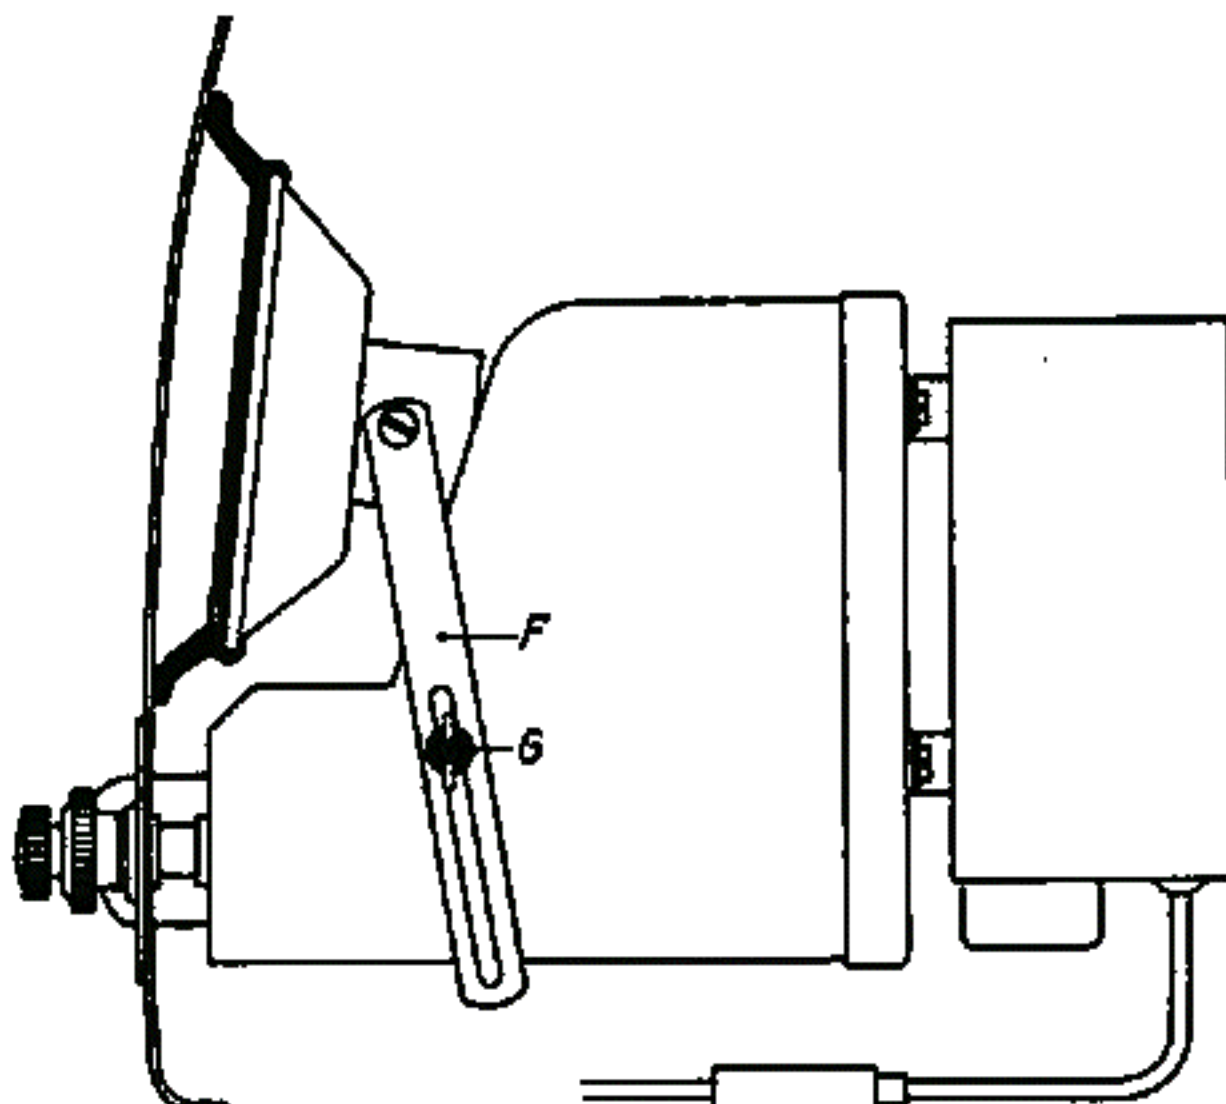

Fig. 1
- b. Monteer de luidspreker met behulp van de 2 verstelbare beugels F volgens fig. 1 op het apparaat.